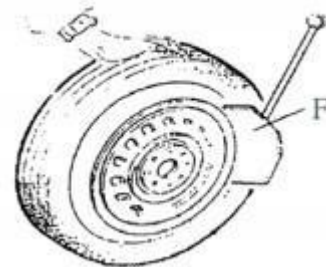

Figure 5
Assurez-vous d'évacuer complètement l'air dans le pneu, placez le pneu contre le tampon en caoutchouc (S). Amenez la palette contre le talon à environ 10 mm du bord de la jante indiqué comme **Figure 5**. Bande de roulement détalonneur Pédale (U) pour pousser la pagaie dans le pneu. Répétez les opérations ci-dessus sur différentes positions autour du pneu et des deux côtés du pneu jusqu'à ce que le talon du pneu soit complètement libéré.